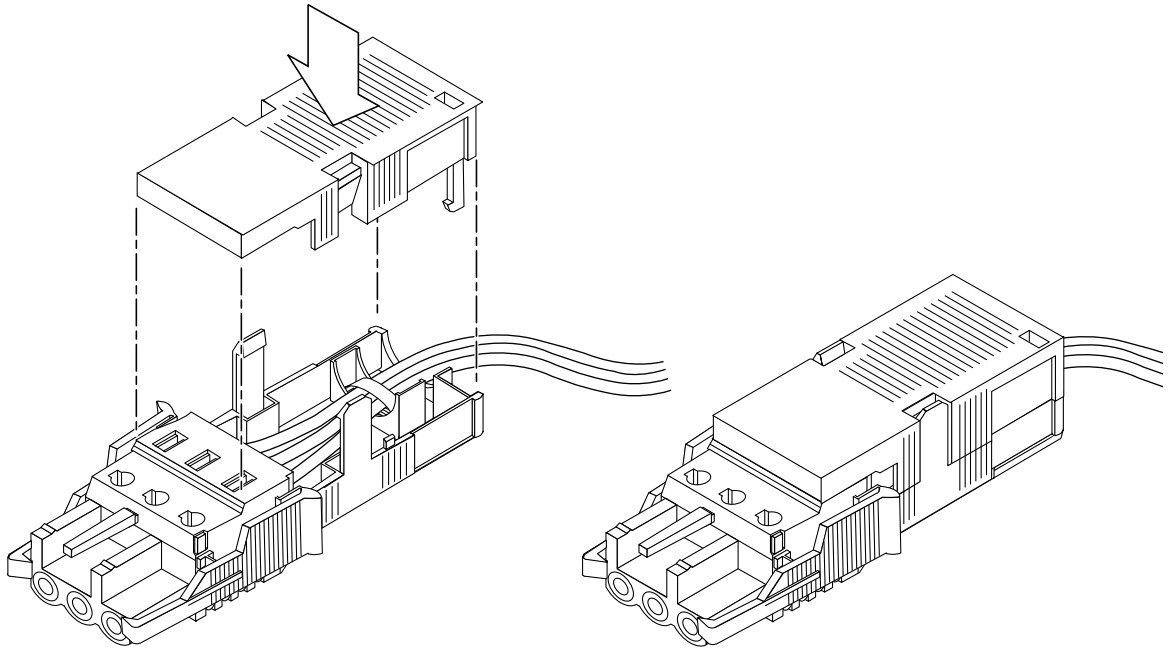

図 3-9 保護カバーの組み立て
5. 保護カバーの上半分の 3 つの突起を DC コネクタの開口部に合わせ、上下から押してしっかりとかみ合わせます (図 3-9 を参照)。